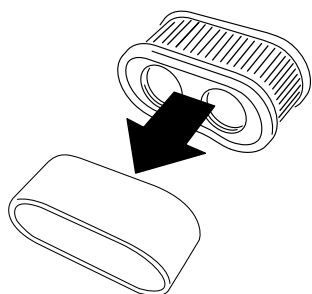

Figura 36
5. Togliete l'elemento in schiuma sintetica dall'elemento di carta (Figura 36).